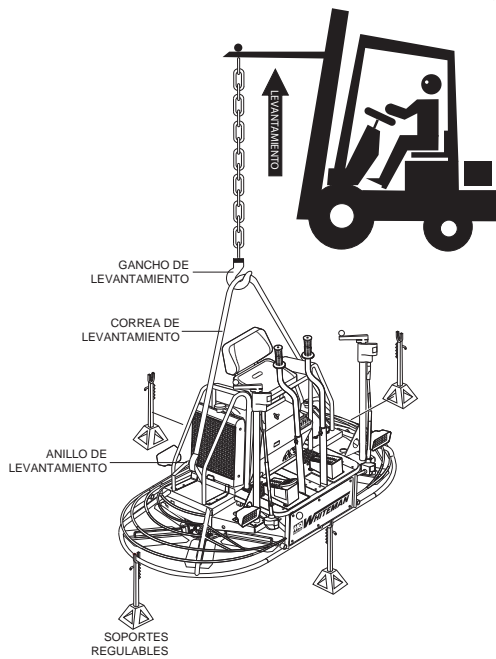

Figura 3. Levantamiento de la alisadora
1. Sujete los extremos de una correa o cadena de levantamiento alrededor de los anillos de levantamiento de cada lado de la alisadora. Sujete la correa o cadena de levantamiento al dispositivo de levantamiento (Figura 3).